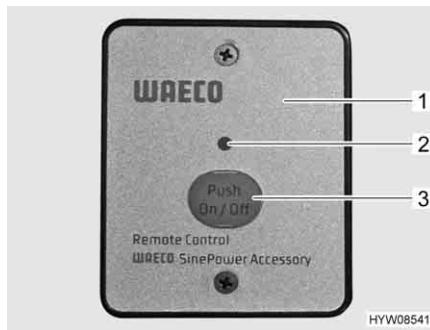

Fig. 63 Interruttore di telecomando
L'interruttore di telecomando (Fig. 63,1) è montato nella zona di ingresso dietro la porta di vetro dell'armadio alto.
- Accensione:* ■ Premere il tasto "On/Off" (Fig. 63,3). Il LED (Fig. 63,2) si accende.
- Spegnimento:* ■ Premere il tasto "On/Off" (Fig. 63,3). Il LED (Fig. 63,2) si spegne.